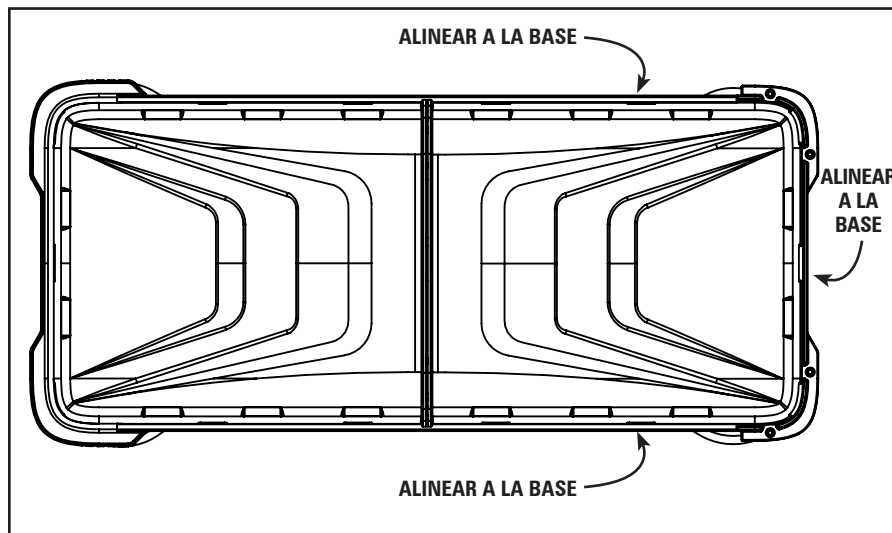

FIGURA 4a
4. Alinee la tira del lente con el lente como se muestra en la figura 4a.